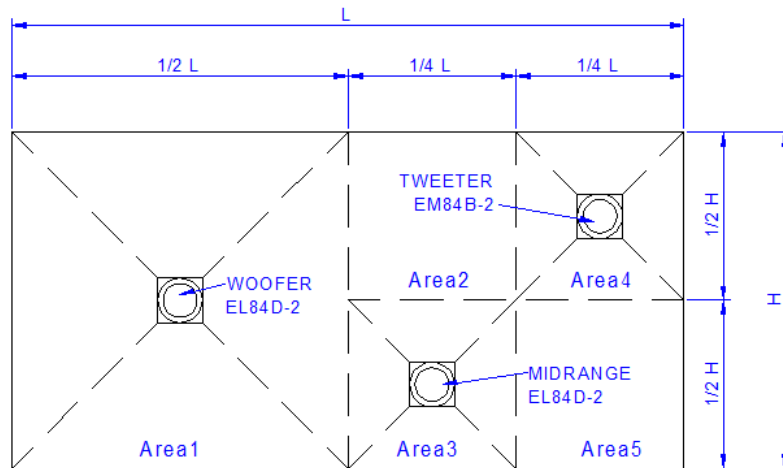

Figura 3 Divisione superficie
- tracciare le linee di riferimento riportate in Figura 3, individuando con le diagonali, i centri geometrici delle 5 aree.